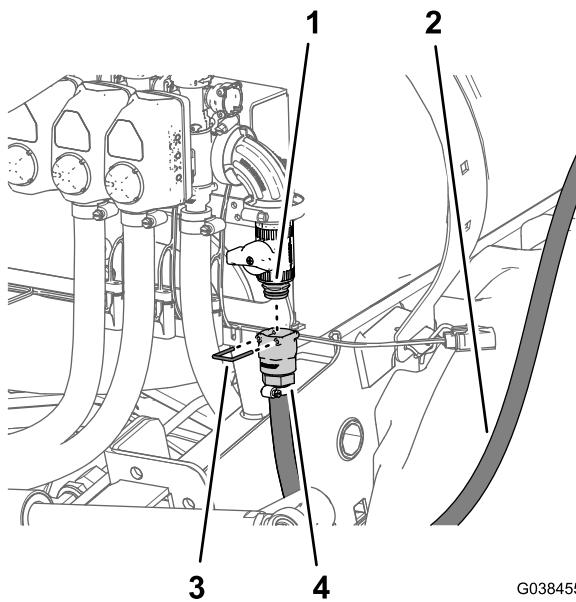

图92
4. 将软管的快速连接接头插槽安装到法兰切断阀的快速连接接头上图92。
5. 使用随软管快速连接接头提供的卡环固定软管的快速连接接头和法兰切断阀图92。